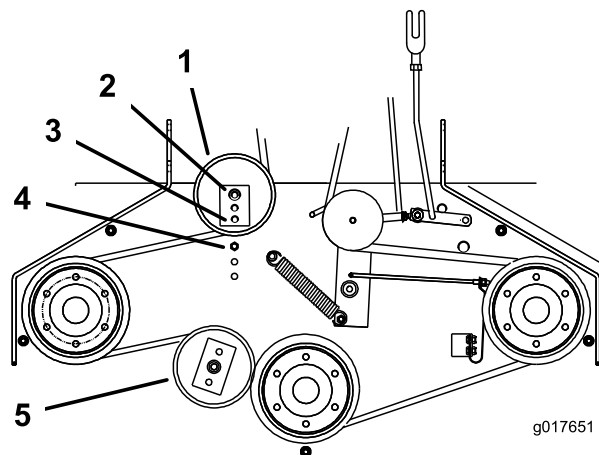

Figura 48
- Si no es posible ajustar más el tensor y la correa todavía está floja, será necesario cambiar la polea tensora trasera al taladro central o delantero (Figura 48). Utilice el taladro que permita el ajuste correcto.
- Cuando se cambia de posición la polea tensora, será necesario cambiar también la guía de la correa. Mueva la guía de la correa a la posición delantera (Figura 48).